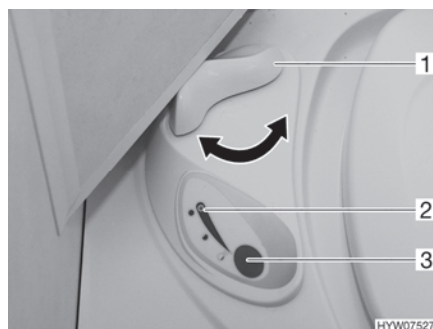

Bild 148 Reglage Thetford-toalett
- Öppna spjället på Thetford-toaletten före spolning. Därtill vrids spjällspaken (Bild 148,1) moturs.
- För att spola, tryck på den blå spolknappen (Bild 148,3).
- Efter spolning stängs spjället. Därtill vrids spjällspaken (Bild 148,1) medurs.
Kontrolllampan (Bild 148,2) lyser när Thetford-kassetten måste tömmas.